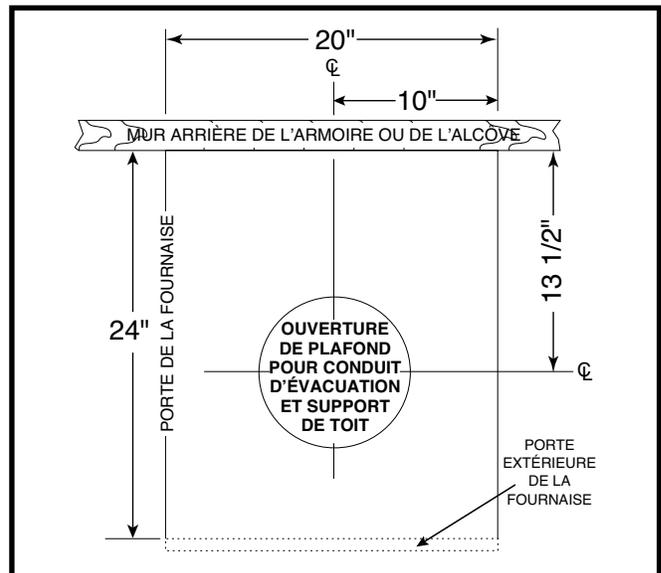

Figure 20. Dimensions de coupe pour le conduit d'évacuation et le support de toit
1. Positionnez le centre de l'ouverture du support de toit, mesurez 13 ½ po depuis le mur arrière de l'armoire ou de l'alcôve, le long de la ligne centrale de l'ouverture de la fournaise et du plancher. Voyez la Figure 20.